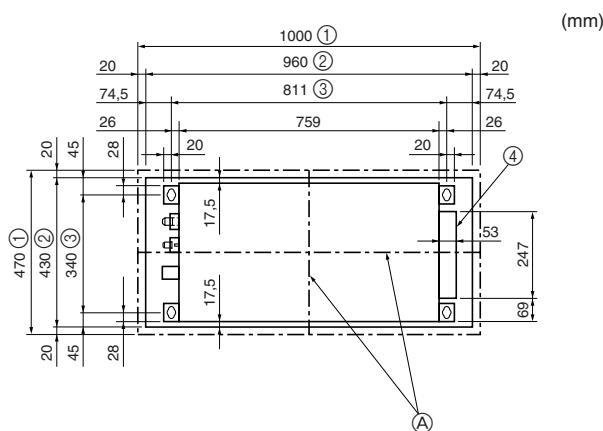

Fig. 2-3
2.3. Localizações das aberturas no teto e da instalação dos parafusos de suspensão (Fig. 2-3)